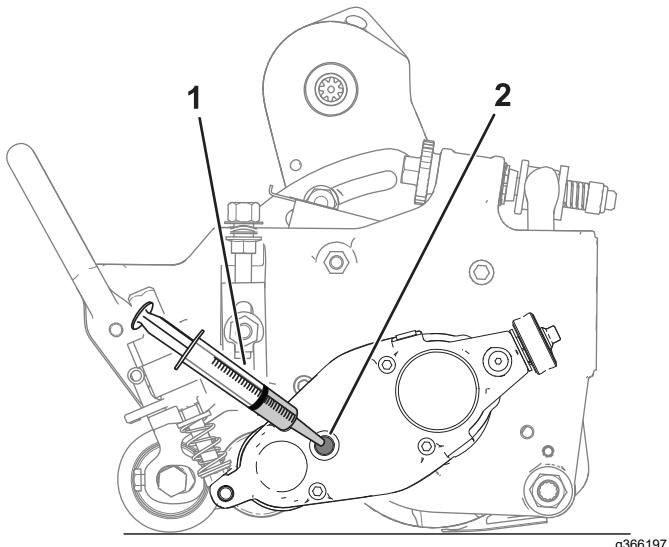

Figura 24
volta che l'olio è completamente spurgato, posizionate l'apparato di taglio su una superficie pianeggiante come illustrato nella Figura 24.
8. Utilizzate una siringa (n. cat. 137-0872) per riempire la scatola di trasmissione con 50 cm³ di olio 80-90W (Figura 24).